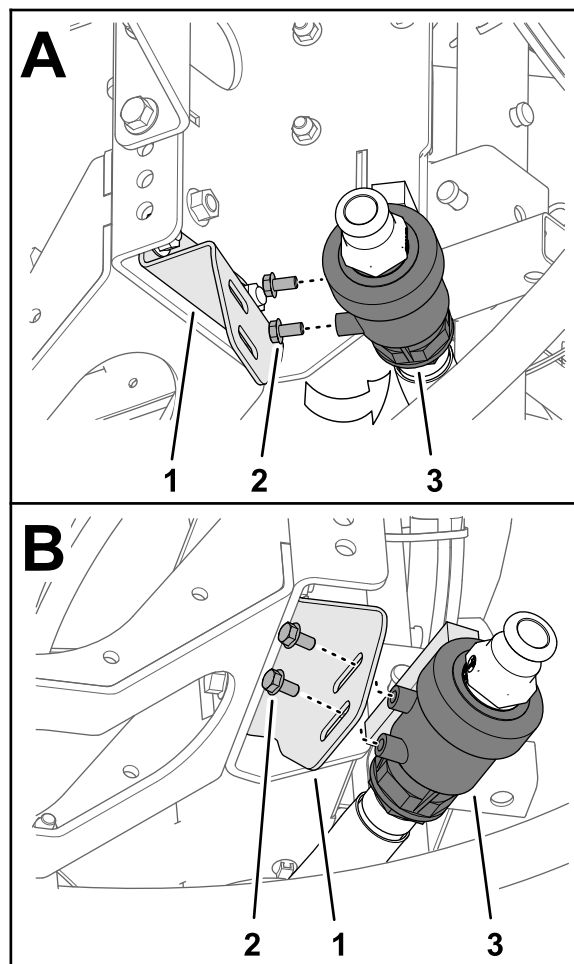

Figura 14
- 3. Retire los 2 pernos con arandela prensada (5/16" x 5/8") de la carcasa de la válvula de vaciado (Figura 14).